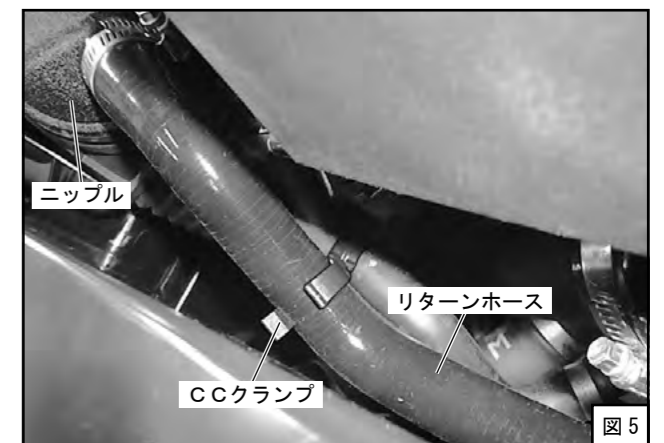

図5
(4) リターンホースをCCクランプで固定してください。(図5)